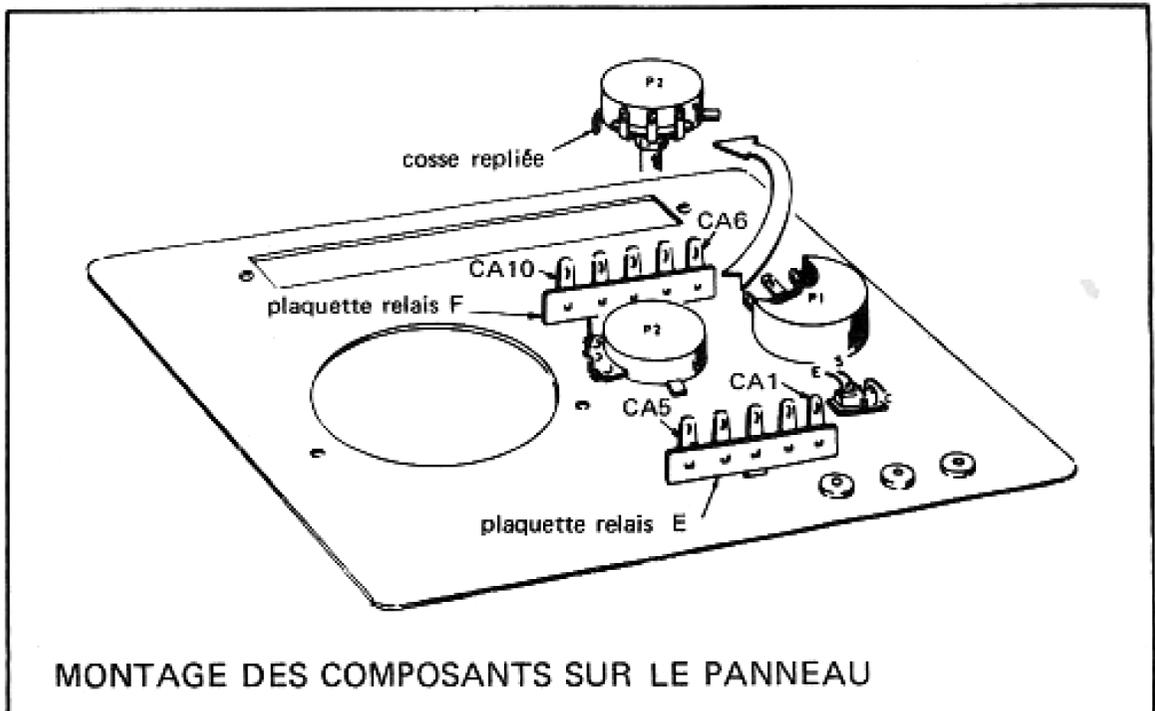

Figure 2
La figure 2 représentant le panneau avant, après le montage mécanique, doit éviter toute erreur quant à l'orientation des éléments.
c) **PLACEZ LES PLAQUETTES RELAIS E et F à cinq cosses. ORIENTEZ** celles-ci comme indiqué figure 2. Pour la fixation, utilisez deux vis de 3 X 10 et deux écrous.
ORIENTEZ-LE de façon que ses languettes se trouvent placées du côté de la plaquette F (voir figure 2).
ORIENTEZ P2 comme indiqué figure 2 et **REPLIEZ** les languettes vers le haut.